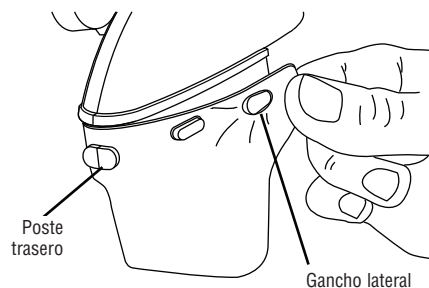

Figura 10. Instalación del deflector de goma en los ganchos laterales
**Instalación del deflector** – Comience estirando y engancharlo el deflector sobre el poste trasero, seguido por engancharlo sobre cada gancho lateral (vea la figura 10).